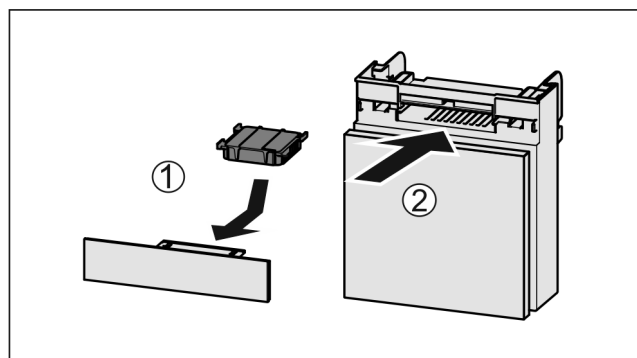

Fig. 99
- ▶ Insérer le filtre à charbon actif d'après le schéma Fig. 99 (1).
- ▶ Insérer le compartiment Fig. 99 (2).